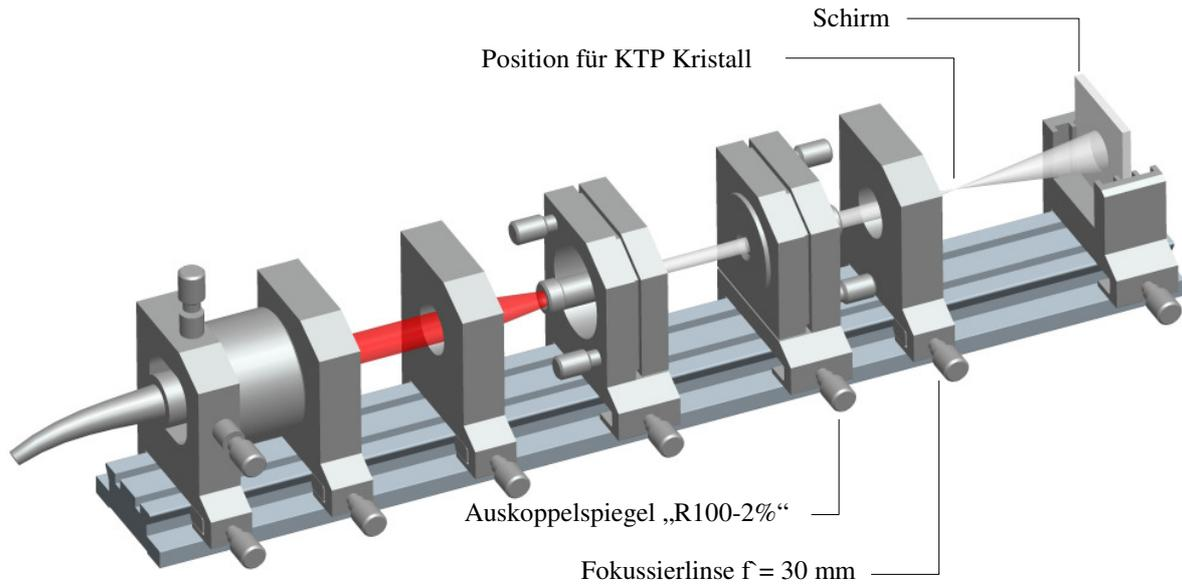

Abb. 9 Versuchsaufbau mit eingesetzter Fokussierlinse
3. Der KTP Kristall wird wieder aus dem Resonator entfernt und der Nd YAG Laser auf maximale Leistung justiert. Direkt hinter dem Auskoppelspiegel wird, wie in Abbildung 9 gezeigt, eine Fokussierlinse eingebracht.